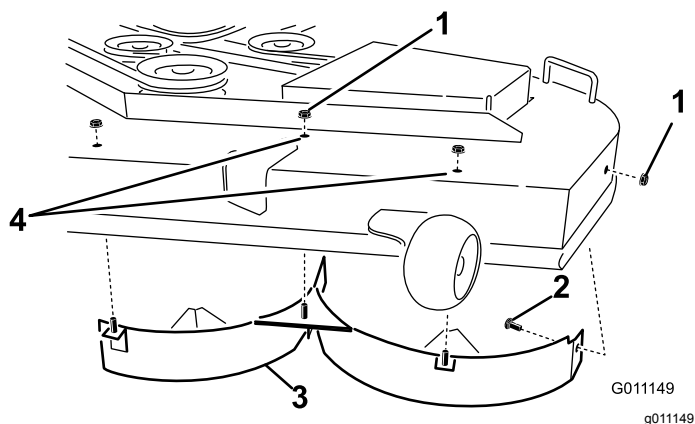

Figura 31
4. Rimuovete i 2 dadi di bloccaggio (5/16") fissati sui perni saldati del deflettore sinistro in posizione centrale e a sinistra del centro sulla parte superiore del piatto di taglio (Figura 31).
6. Staccate il deflettore sinistro dal piatto di taglio come illustrato nella Figura 31.